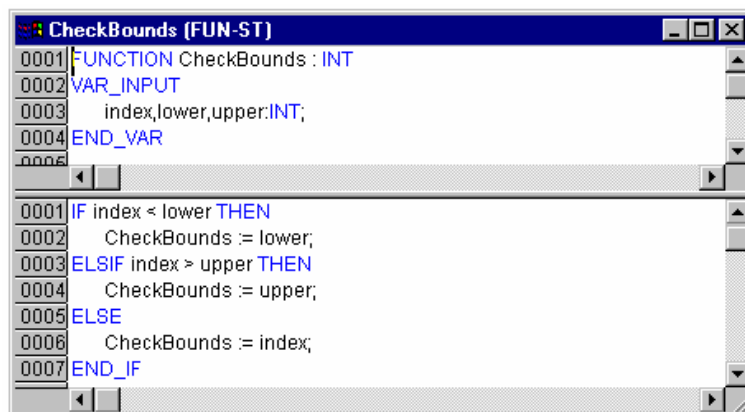

图 2-2-1
- 如果在工程中使用 CheckBounds 来定义函数，则可以自动进行数组越界错误检查。该函数名的关键字必须是 CheckBounds，CheckBounds 的程序如图 2-2-1 所示。